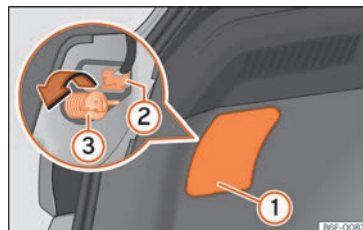
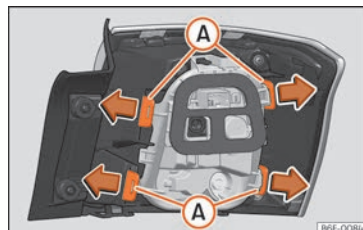

Fig. 59 Bagagliaio: accesso alla vite di fissaggio del fanale di coda.
Fig. 60 Linguetto di fissaggio nella parte posteriore del fanale di coda.
- Estrarre il coperchio facendo leva sulla scanalatura con l'estremità piatta di un cacciavite »» fig. 59 ①.
- Estrarre il connettore della lampadina ②.
- Svitare con la mano, o tramite un cacciavite, la vite di fissaggio del fanale ③.
- Smontare il portalampada sbloccando le linguette di fissaggio »» fig. 60 A.